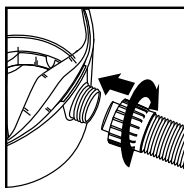

FIGURE 15
25. Réinsérez le tuyau dans l'admission et serrez l'écrou autobloquant. **FIGURE 15.**